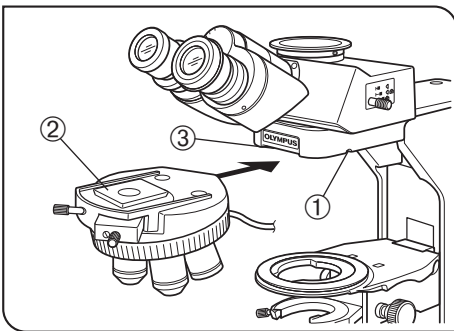

図 50
**9 レボルバの取付け** (図 50)
- 2) レボルバ固定ねじ①を少しゆるめます。